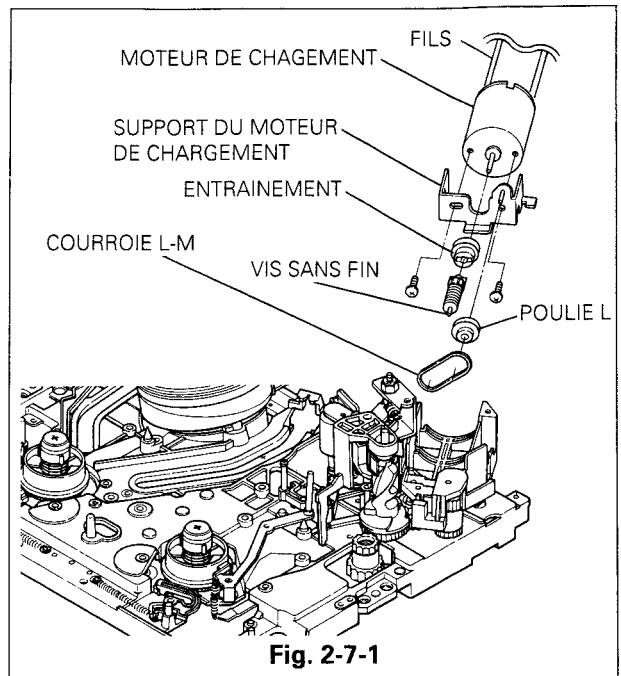

Fig. 2-7-1
2-7-1 Démontage (Fig. 2.7.1.;2.7.2)
- Oter la courroie L-M du moteur de chargement et de la poulie. (Type B uniquement) (Fig.2.7.1).
2-7-2 Installation (Fig. 2.7.1 ; 2.7.3)
- Fixer le moteur sur son support à l'aide des 2 vis (Fig.2.7.1).